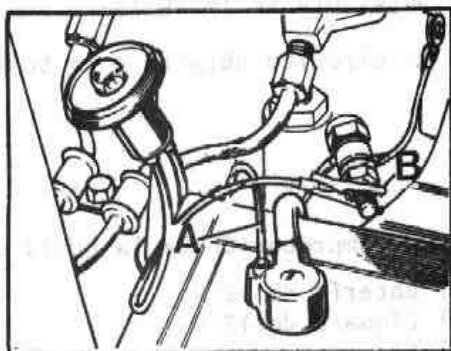

Fig. P-23 Comprobación del circuito de la bujía de caldeo
- 2.2. Conectar uno de los cables de la lámpara de prueba de 12 V. al terminal del cable de masa, B (Fig. P-23) de la bujía de caldeo n° 1, y el otro cable al terminal positivo de la batería.